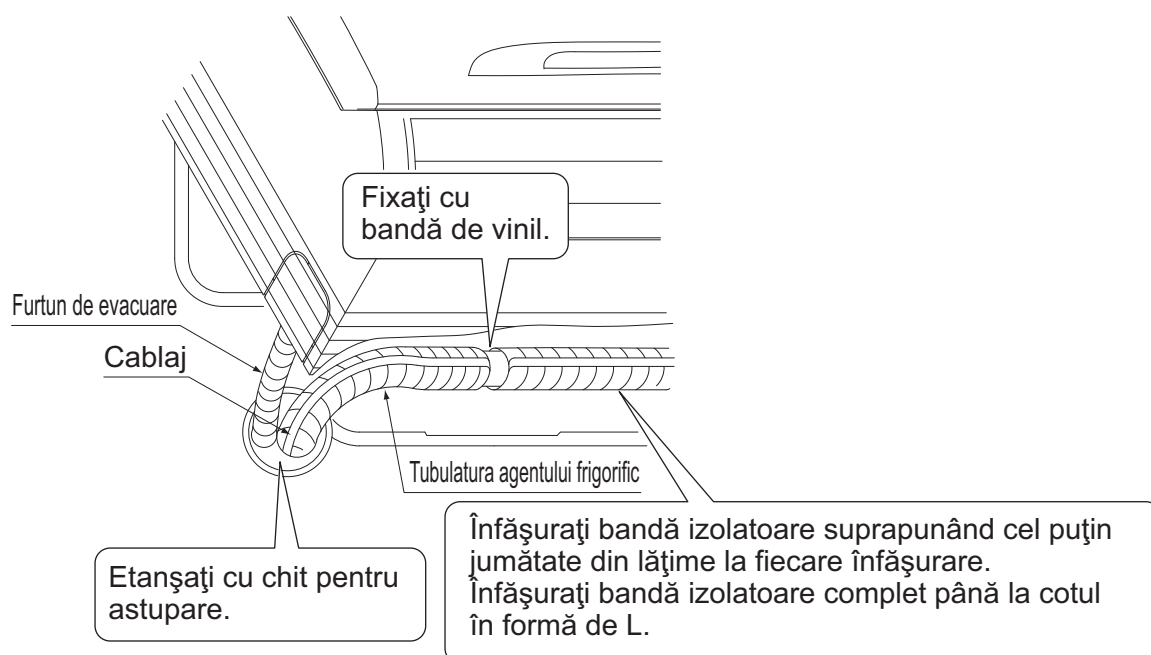

Fig. 11
(4) Treceți cablajul unităților, cablajul de împământare și cablajul telecomenzii prin ghidajul de cablare prin spatele unității interioare și spre partea frontală.
(5) Racordați tubulatura. (Consultați "6. INSTALAREA TUBULATURII AGENTULUI FRIGORIFIC" și Fig. 11)